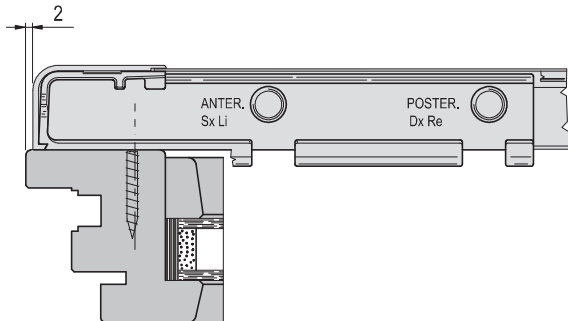

fig. 2
- 1) Regolare la dima foratura carrelli art. M02030.00.02 (a) considerando che, con $X=34$ (fig. 1), la copertura dei carrelli rimane a 2 mm di distanza dal filo battuta anta (fig. 2).